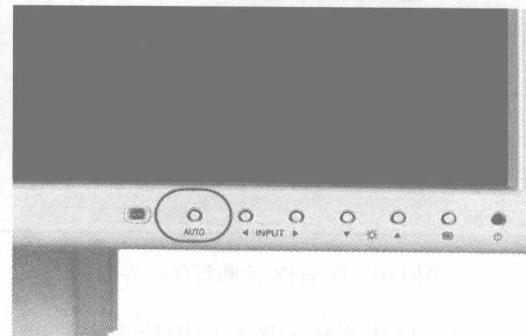

图 1-8 LCD 显示器上的 AUTO 按钮
1) 通过调节显示器的菜单选项，恢复到出厂状态来检查故障是否消失。对于液晶显示器来说，就是常见的 AUTO 按钮，如图 1-8 所示。